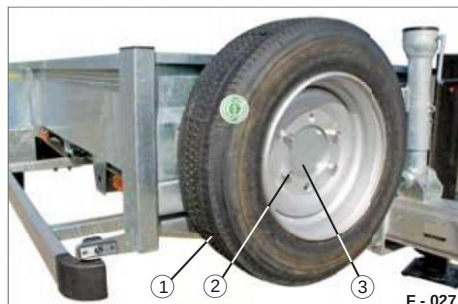
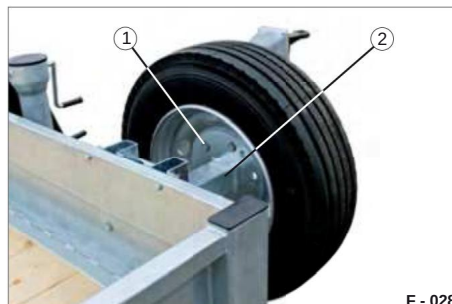

Fig. 58 Ruota di scorta sul pannello anteriore
Fig. 59 Ruota di scorta sul pannello anteriore
- Avvitare tutti e 4 i dadi (Fig. 58/2).
- Prendi la ruota di scorta, nel vano 2- Azionamento dell'uomo, dalla staffa (Fig. 58/3).
- Posizionare la ruota di scorta (Fig. 58/1) sui bulloni (Fig. 59/1) del supporto (Fig. 59/2) utilizzando due persone.
- Avvitare saldamente la ruota di scorta con almeno 4 dadi (Fig. 58/2).